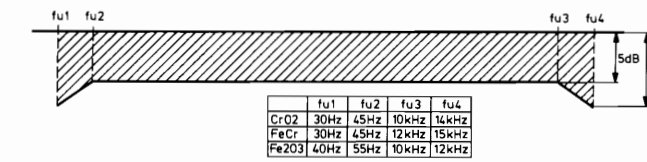

Fig. 14
- Bij het afspelen van testcassette TC-QFR moeten de frequenties tussen 40 Hz en 12.500 Hz binnen de grafiek van fig. 14 liggen (SK18 in stand "CrO2" of "AUTO").